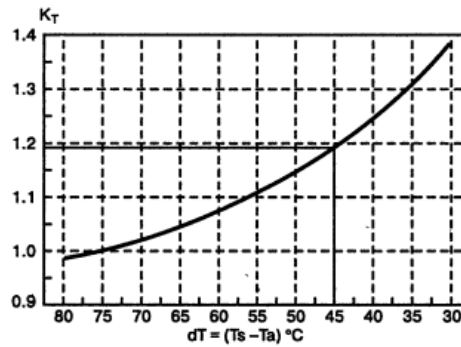

Рис. 10.3. Поправочный коэффициент на разницу температуры радиатора и окружающей среды
- разницу температуры радиатора и окружающей среды - рис. 10.3,
По графику (рис. 10.3) определим поправочный коэффициент K_T на разницу температуры радиатора и окружающей среды: